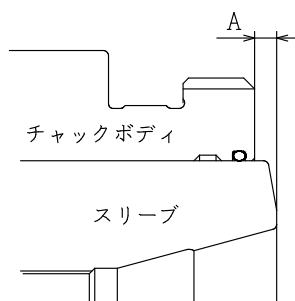

図5
- ③ 次にキャップを外し(ロックキーの合マークを” FREE” の位置に合わせ、キャップを45° 回転させ引き抜く)、機械側の回転シリンダーのピストン位置を把握側にした時、チャックボディ端面からのスリーブ端面の突き出し量(図5のA寸法)が表4のA寸法となることを確認して下さい。それに満たない時は、チャックボディをフランジに固定しているNo.25(六角穴付ボルト)を外してチャック本体を反時計方向に回して調整して下さい。
機械側回転シリンダーを把握側にした時のスリーブ突出量(図5:A寸法)が、表1の数値に満たない場合、ワークの把握力が不十分で、回転中であればワークが外れて作業中や、近くにいる人に致命的な傷害を負わせる恐れがあります。